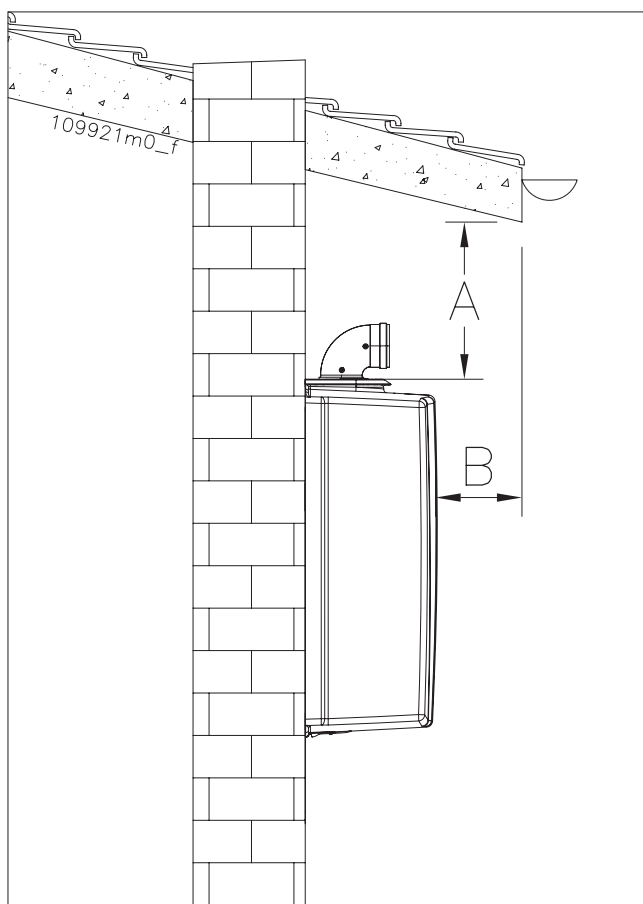

Figura 4-4 - Esempio di luogo parzialmente protetto
- ☞ Questo apparecchio non è previsto per essere installato all'aperto, non deve essere esposto a temperature sotto lo zero e a temperature sopra i 50°C. Scegliere un luogo riparato dagli agenti atmosferici e dal gelo. Se l'apparecchio è corredato da apposito kit copertura da esterno (vedi capitolo 5.17) può essere installato all'esterno delle abitazioni, in luogo parzialmente protetto dalla pioggia, neve e grandine tipo balconi, portici ecc. (vedi figura 4-4).
Legenda di figura 4-4 - Le distanze "A" e "B" devono essere valutate in fase di installazione in modo che la pioggia non raggiunga direttamente l'apparecchio.